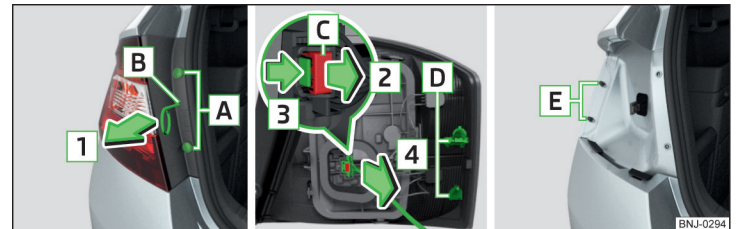

Abb. 306 Leuchte ausbauen / Stecker abziehen
- › Die Schrauben **A** » Abb. 306 mit dem Schraubendreher aus dem Bordwerkzeug abschrauben.
- › Die Verriegelung entgegen der Pfeilrichtung **2** » Abb. 306 sichern.